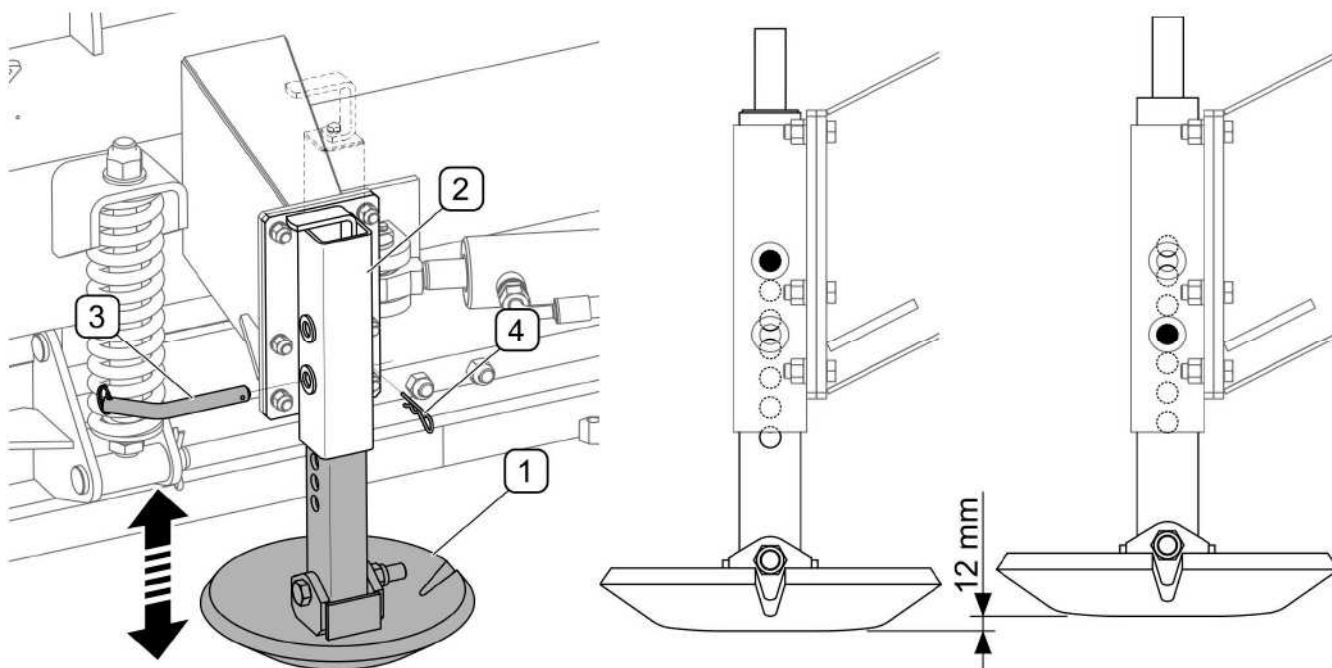

РИСУНОК 4.8 Регулирование рабочей высоты в плугах, оснащенных скользями
(1)- скользян; (2)- направляющая скользяна; (3)- шплинт; (4)- страховочная чека
В плугах, оснащенных скользящими (РИСУНОК 4.8), регулирование рабочей высоты осуществляется путем перемещения скользящего (1) вверх или вниз в направляющей (2), для чего необходимо сначала вынуть блокировочный шплинт (4). Положение скользящего в направляющей можно изменять через каждые 12 мм, используя для этого одно из отверстий в направляющей. Требуемая высота скользящих фиксируется шплинтом (3) и упругой чекой (4). Скользящие правого и левого отвалов должны располагаться на одинаковой высоте. Регулирование левого и правого скользящего осуществляется аналогичным способом.